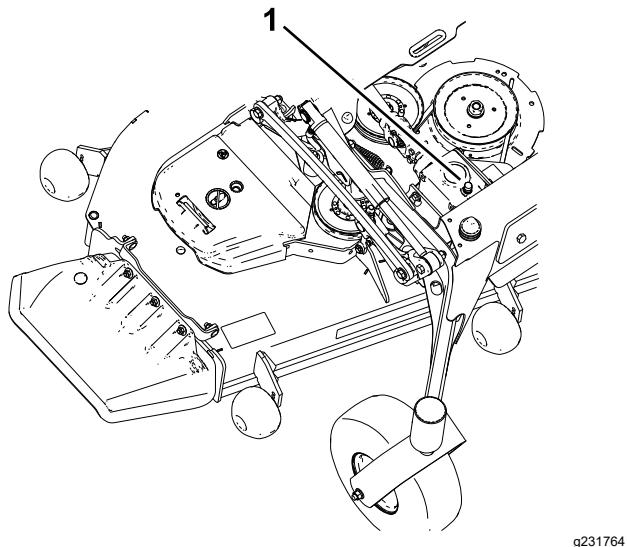

Figure 54
5. Retirez le bouchon de remplissage-jauge au sommet du boîtier d'engrenages et vérifiez que le niveau de lubrifiant se situe entre les repères sur la jauge (Figure 54)